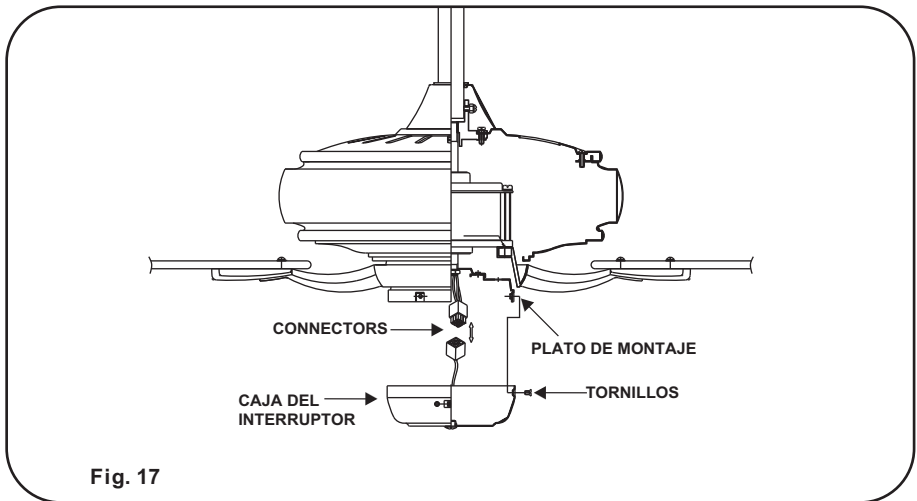

Fig. 17
Paso 1. Saque los tornillos del plato de la caja del interruptor. Mientras sujeta la caja del interruptor, una los conectores firmemente. Despues, deslice la caja del interruptor contra el plato y hagalo girar hasta que los agujeros de los tornillos queden alineados. Asegure la caja del interruptor al plato usando los tornillos que saco anteriormente. (Fig. 17)
Paso 2. Monte la perilla de la cadena de jalar en caja del interruptor. (Fig. 17)